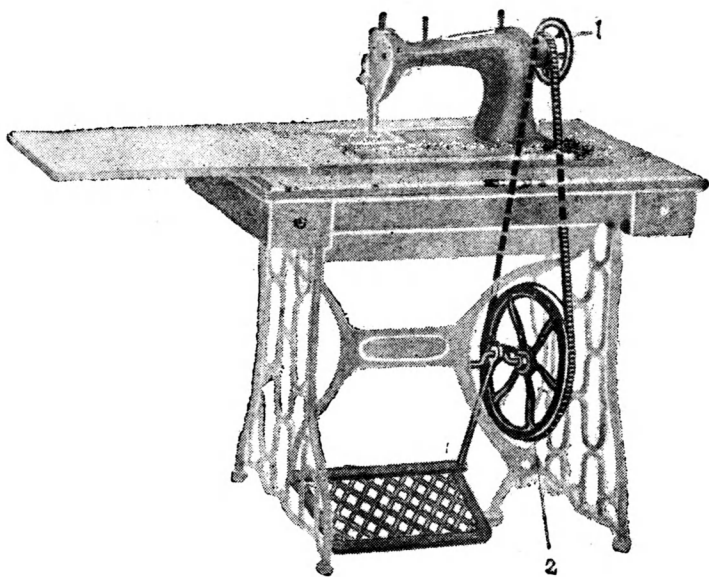

Рис. 192. Швейная машина.
Применение ремённой передачи имеем, например, в ножной швейной машине. Качание подножки и дышла заставляет вращаться коленчатый (изогнутый) вал с приводным колесом, на котором укреплен ремень. Посредством этого ремня (2) вращение колеса передается маховому колесу машины (1) (см. рис. 192).